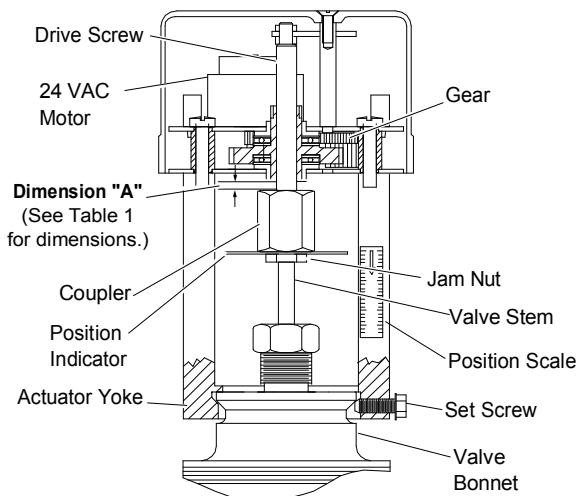

Рисунок 4: Компоненты привода, монтированного на клапан серии VBC
- Для монтажа на клапана серии VBC дополнительное оборудование не требуется (см. рисунок 4).